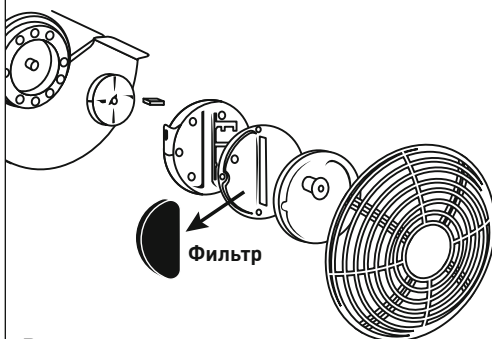

Рис. 4
- Через каждые 150 часов эксплуатации промывайте входной фильтр чистящим средством средней жесткости и просушите. Перед установкой в тепловую пушку фильтр должен быть тщательно высушен и не содержать масла (рис. 4).